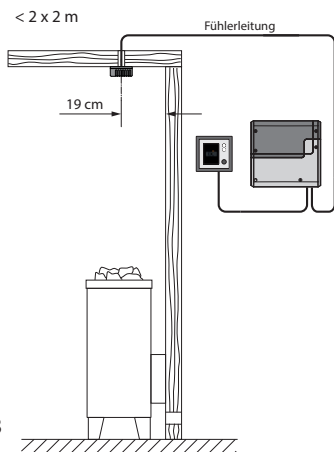
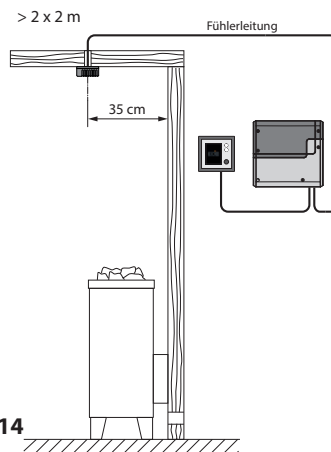

Рис. 13
Рис. 14
1. Датчик печи устанавливается в кабинах размером до 2 x 2 м согласно рис. 13, в более крупных кабинах - согласно рис. 14.